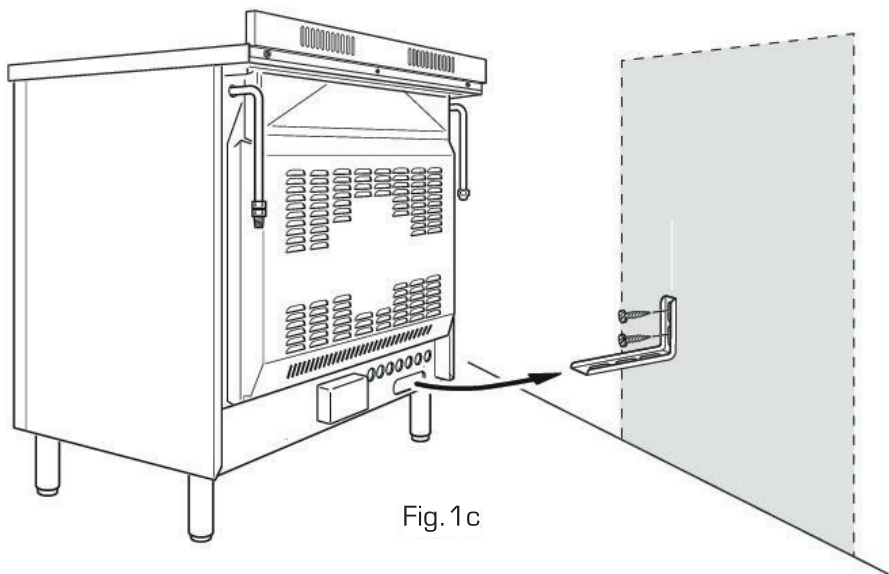

Fig.1c
- Une fois que vous avez décidé où installer la cuisinière, faites deux marques sur le mur ; ces marques correspondent aux endroits où les 2 vis de l'équerre anti-basculement doivent être vissées. Suivez les indications présentées sur la **figure 1c**.
- Déplacez la cuisinière près du mur et ajustez la hauteur de l'équerre anti-basculement de sorte qu'elle puisse entrer dans l'emplacement prévu à l'arrière de la cuisinière, comme sur la **figure 1c**.